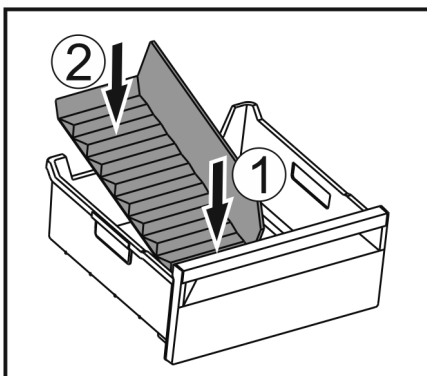

Fig. 71
- Voorste deel van de ijsvak-scheider plaatsen. Fig. 71 (1)
- Achterste deel van de ijsvak-scheider tot de bodem van de lade laten zakken. Fig. 71 (2)